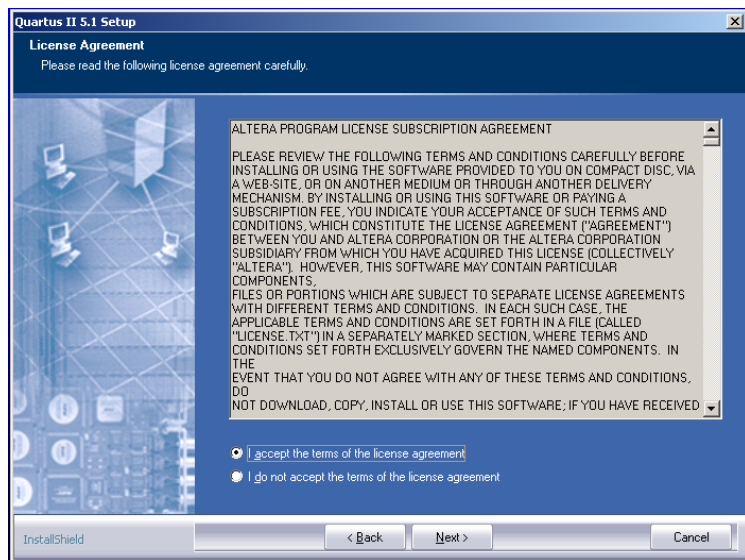

图 3-6 公司声明信息界面
(4) 选取要安装的项目后点击 NEXT 继续安装，进入公司声明的一个界面如图 3-6 所示。
在图 3-6 所示的界面中如果同意其公司声名则选取第一项继续进行安装，如果不同意其公司声名则选取第二项退出安装。